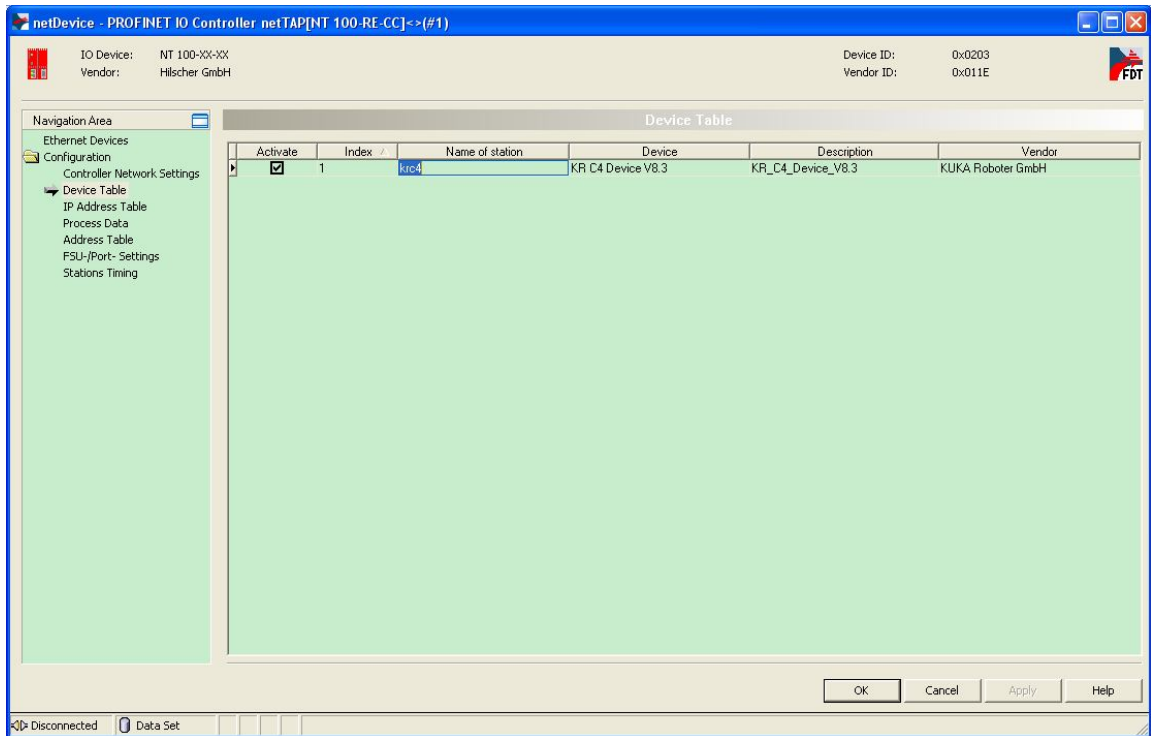

图 18
(18) 在这个对话框中左侧的导航区, 选择 Device Table, 设置 Profinet 从站的站名称, 如图 18 所示。设置完毕后单击 OK 按钮保存并退出。如果有多个从站, 则每个从站的站名称必须不同。